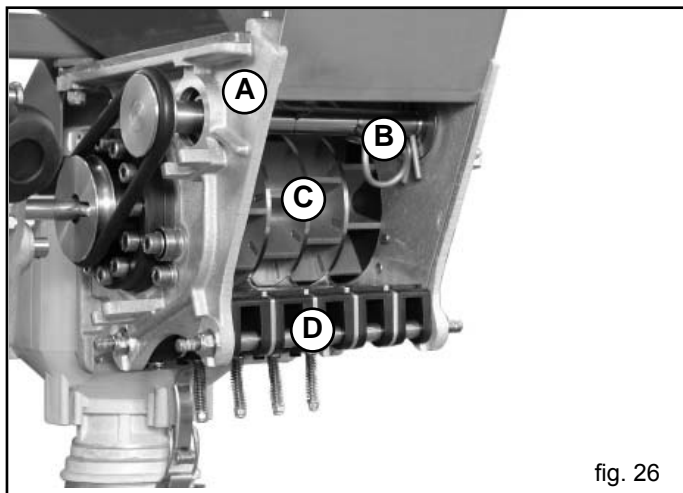

fig. 26
3.5.1 DOSIER (Abb. 26)
Die Rührwelle arbeitet mit einem Rührdurchmesser von 85mm und 4 Rührelementen. (gewinkelte Federstecker) Bei zu aggressiver Rührwirkung kann durch Herausnehmen der beiden mittleren Rührstecker die Rührwirkung halbiert werden (B, Abb.26).